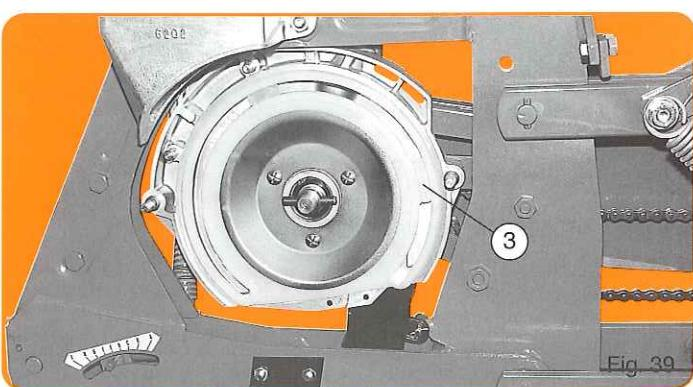

Fig. 39
Cet équipement est utilisable en 18 trous pour semis de maïs ou pour semis en poquets de coton-haricots... Avec la roue à ailettes, il faut supprimer la cale éjecteur du couvercle (voir pages 10-11), mettre en place un bouchon ③, (fig. 39) et employer une plaque de sélection spéciale mince.
Additional seed discs are available for cotton, peanut, melon, cucumber, lupine, onions, millet, tomato, fennel, asparagus, spinach, radish. For larger size seeds such as peanuts or kidney beans, a special ejector block and a better adapted seed selector are supplied with the seed disc on request. This metering box will also handle seed discs fitted on a traditional finger wheel (fig. 39).